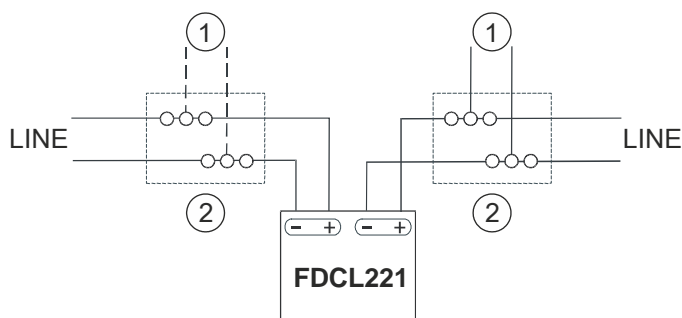

Fig. 4
The figure (Fig. 4) shows the electric connection of the line separator in the FDnet/C-NET with triple terminal blocks (2). Soldering is equally possible.
- Connect the line separator to the FDnet/C-NET according to the connection diagram (Fig. 4).
- Connect the stub line (1) to the FDnet/C-NET according to the connection diagram (Fig. 4).
Das Schema (Fig. 4) zeigt den elektrischen Anschluss des Linientrenners im FDnet/C-NET mittels 3-fach-Reihenklammen (2). Lötanschlüsse sind gleichfalls möglich.
- Schließen Sie den Linientrenner gemäß dem Anschlussschema an das FDnet/C-NET (Fig. 4).
- Schließen Sie die Stichleitung (1) gemäß dem Anschlussschema an das FDnet/C-NET (Fig. 4).
Le schéma (Fig. 4) indique le raccordement électrique de l'isolateur de ligne dans FDnet/C-NET au moyen de blocs de jonction triples (2). Les connexions soudées sont également possibles.
1. Raccordez le séparateur de ligne au FDnet/C-NET conformément au schéma de raccordement (Fig. 4).
2. Raccordez la ligne en étoile (1) au FDnet/C-NET conformément au schéma de raccordement (Fig. 4).